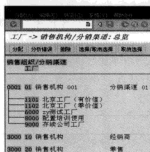

图 8-31 “工厂→销售机构/分销渠道: 总览”界面
STEP 1 在命令栏输入 SPRO 命令，通过菜单选择“企业结构→分配→销售和分销→分配销售组织—分销渠道—工厂”选项，进入“工厂→销售机构/分销渠道：总览”界面，如图 8-31 所示。